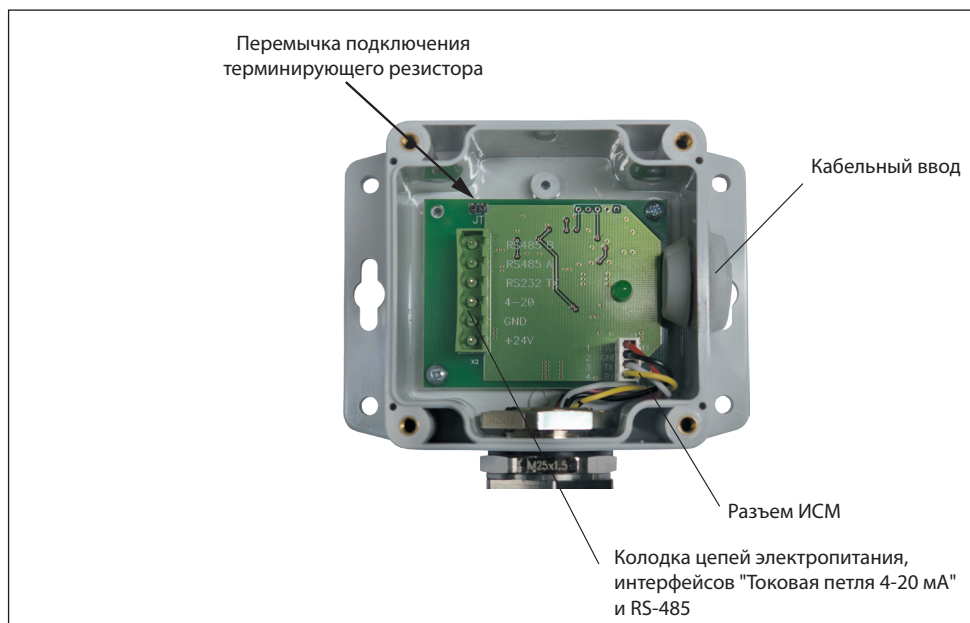

Рис.6. Коммутационные элементы: исполнение 7032 (слева), исполнение 7033 (справа)
3. Открутите четыре винта и снимите крышку корпуса модуля МКТ (рис.6).
5. Отсоедините кабельную часть разрывной колодки "Внешние цепи". Подключите кабели в соответствии с маркировкой на плате (рис.6) и на схеме подключения (рис.7). Прочно закрутите отверткой фиксирующие винты кабельных колодок.
7. Если необходимо отключить/подключить терминирующий резистор (в зависимости от конфигурации сети), снимите/установите переключку в позицию JT (см. рис.6).